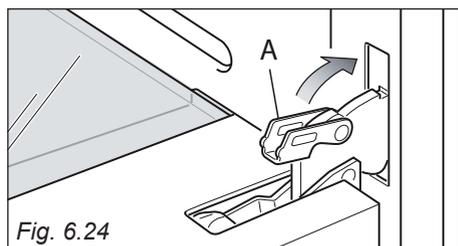

Fig. 6.24
- Aprire completamente la porta del forno e richiudere la leva "A" delle cerniere destra e sinistra (fig. 6.24).